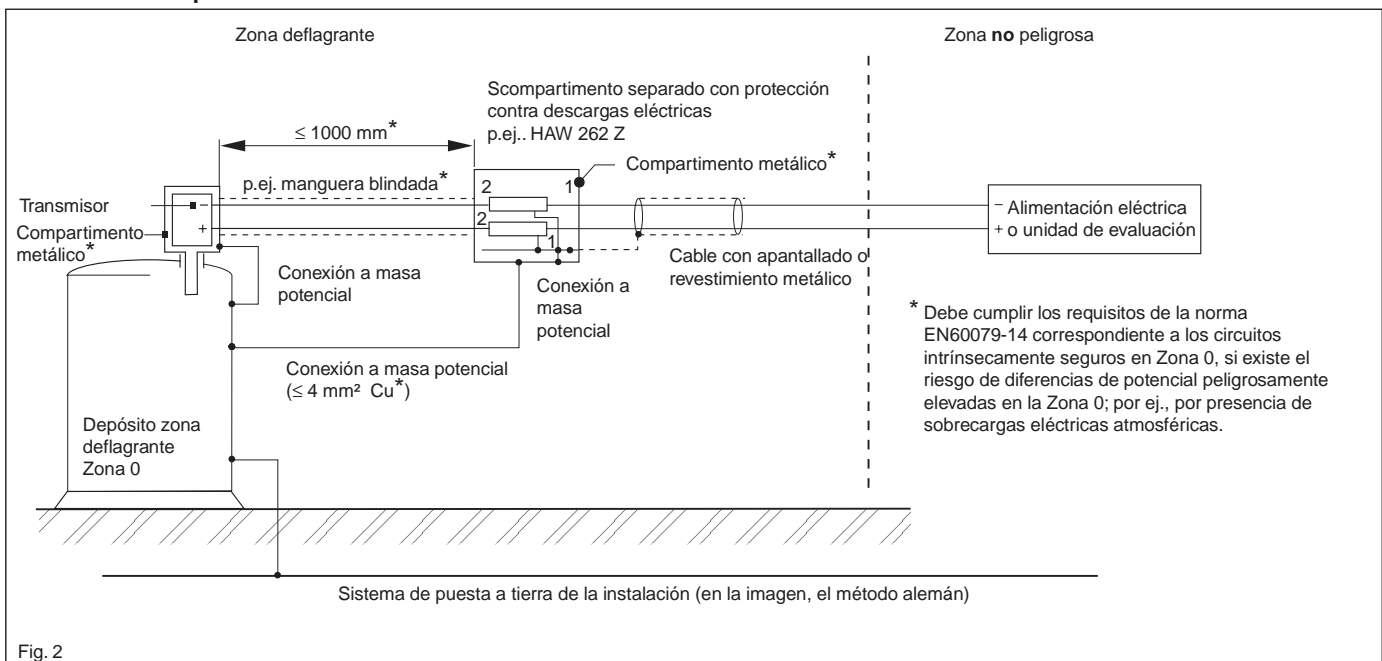

Fig. 2
- 7) Option : parafoudre HAW 262 Z, voir fig. 2.
- 7) Opcional: protección contra descargas eléctricas HAW 262 Z, véase Fig. 2.